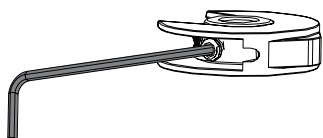
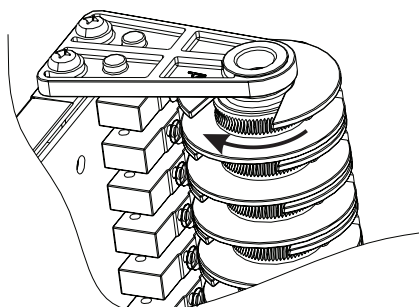
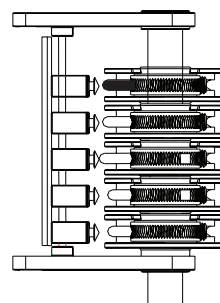

Рис. 9
Рис. 10
Рис. 11
- Ослабьте винты грубой настройки желтого кулачка (рис. 9), затем поверните их по часовой стрелке (рис. 10) так, чтобы микропереключатели были нажаты (рис. 11), затем затяните винты.